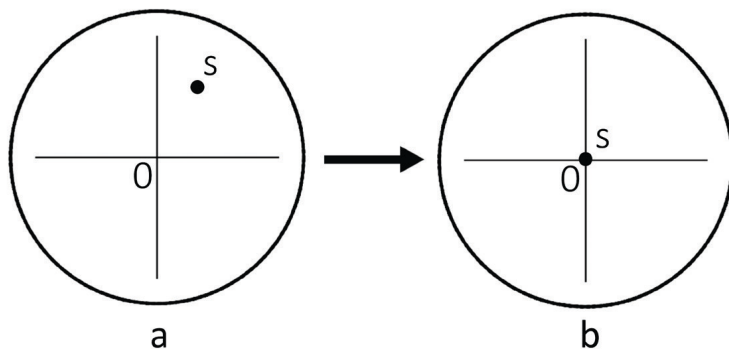

Рис. 16. Настройка положения изображения объекта.
- Наблюдая объект через окуляры (окуляр), найдите в поле зрения отличительную деталь изображения, которую легко идентифицировать, например, точку S на рис. 16а.
- Переместите объект так, чтобы точка S оказалась в центре поля зрения, рис. 16б. Для этого вместо обычного препарата удобно использовать калибровочный слайд и окуляр с перекрестием.